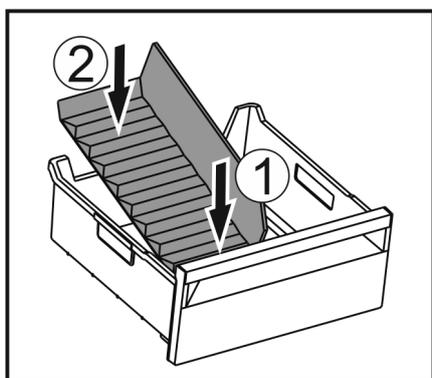

Fig. 107
- ▶ Włożyć przednią część separatora do szuflady na lód. Fig. 107 (1)
- ▶ Tylną część separatora do szuflady na lód opuścić na dno szuflady. Fig. 107 (2)